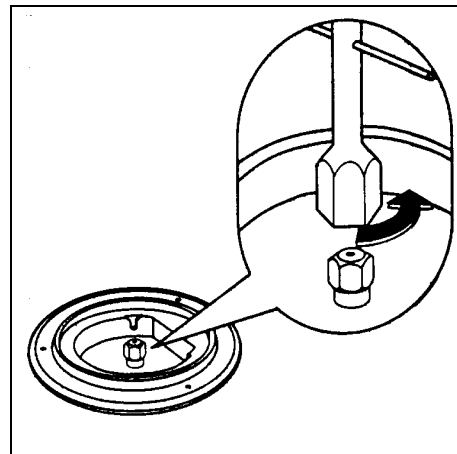

fig. 17
3. Avec une clé douille de 7, dévissez les injecteurs (fig. 17) et remplacez-les par ceux convenant au type de gaz utilisé (voir tableau n°1).